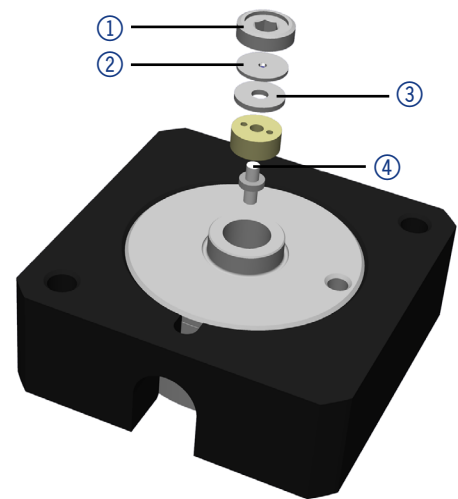

Abb. 4: Optische Weglänge verkleinern
1. Die Rändelschrauben ③ der Deckplatte ④ herausdrehen. Durchflussszelle dabei mit einer Hand festhalten.
2. Den Schieber mit der Durchflussszelle ⑤ nach vorn herausziehen.
4. Die neue Durchflussszelle von oben auf den Schieber der Durchflussszelle aufsetzen. Die Durchflussszelle weiterhin festhalten. Stellen Sie sicher, dass die Position des Ausrichtungsdorn des Detektors mit der Position des Loches in der Flusszelle übereinstimmt. (siehe Abbildung 4)
6. Die Rändelschrauben wieder in die Deckplatte ④ einsetzen und festdrehen.
7. Die zu- und ableitenden Kapillaren an den Einlass ① und Auslass ② der Durchflussszelle anschließen.